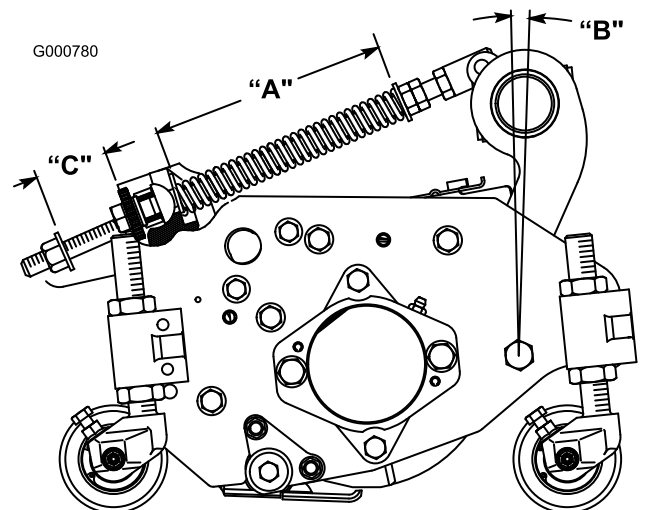

図 8
ターフ補正スプリング(図 8)は、キャリア・フレームとカッティングユニットをつないでおり、前後の揺れの大きさの調整と、移動走行中や旋回動作中の地上高の調整を行っています。
1. スプリングロッド後部のロックナットを締めて、すきま (C) を 25 mm とする (図 8)。
2. スプリングロッド前部の6角ナットを締めて、スプリング (圧縮状態) の長さ (A) が 20.3 cm になるようにする(図 8)。
**注** ラフで使用する時やアンジュレーションの大きなフェアウェイを刈る時は、上記の長さ (A) を 21.6 cm とし、スプリング ブラ
ケット後部とワッシャ前面のすきま (C) を38 mm としてください(図 8)。
**注** スプリングの圧縮長さ (A) が **短くなる** ほど前から後ろへの重量移動が **前から後ろへの重量移動が大きくなり**、キャリア・フレームの傾斜角度 (B) が **小さくなります**。
**注** すきま (C) が **大きくなる** ほどカッティングユニットの地上高は **小さくなり**、キャリア・フレームの傾斜角度 (B) が **大きくなります**。